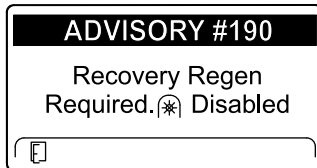

Bild 53
- Recovery regeneration required – power takeoff disabled ADVISORY #190 (Bild 53)